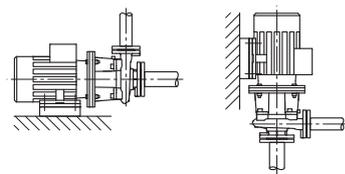
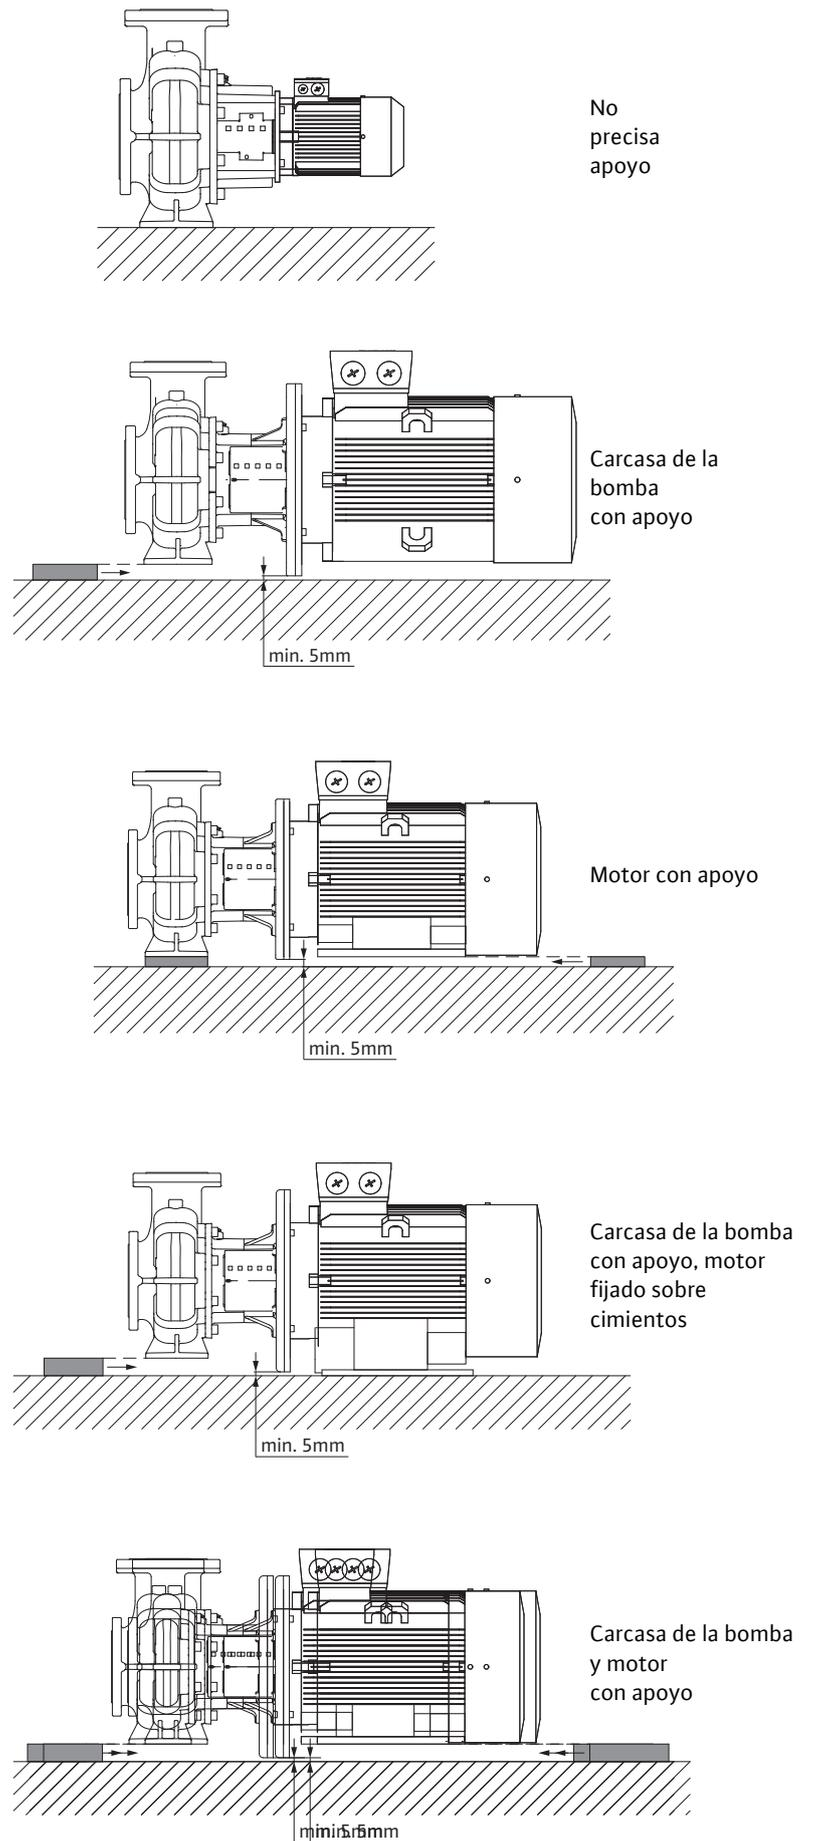

Fig. 41: Ejecución BL
Fig. 42: Ejemplos de montaje BL
- Las bombas monobloc de la serie BL se han de montar sobre un número suficiente de cimientos o soportes (Fig. 41). En bombas del tipo BL se precisa instalar un apoyo para el motor a partir de una potencia de motor de 18,5 kW, véanse los ejemplos de montaje BL (Fig. 42).